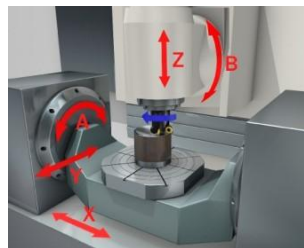

Рис. 3
13. Сколько координат управления имеет фрезерный обрабатывающий центр? (Рис. 3)